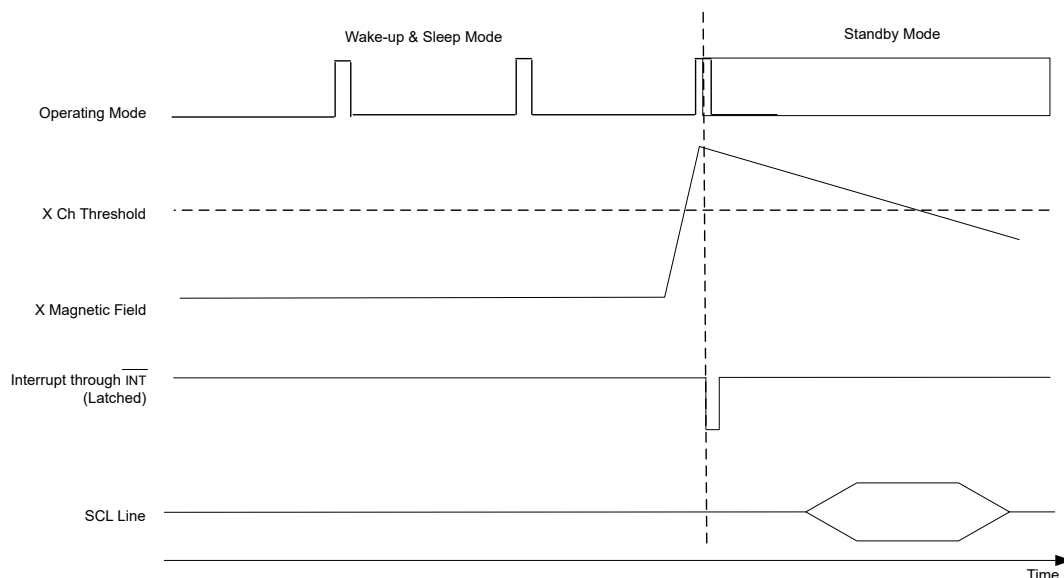

图 8-11. 使用备用电池以唤醒和睡眠模式运行
- 如果发生阈值检测, `INT` 信号将置为低电平以唤醒微控制器。当 `INT` 变为低电平时, 使用一个读取命令执行 16 位 T、X、Y、Z 寄存器读取 (请参阅图 8-11)。